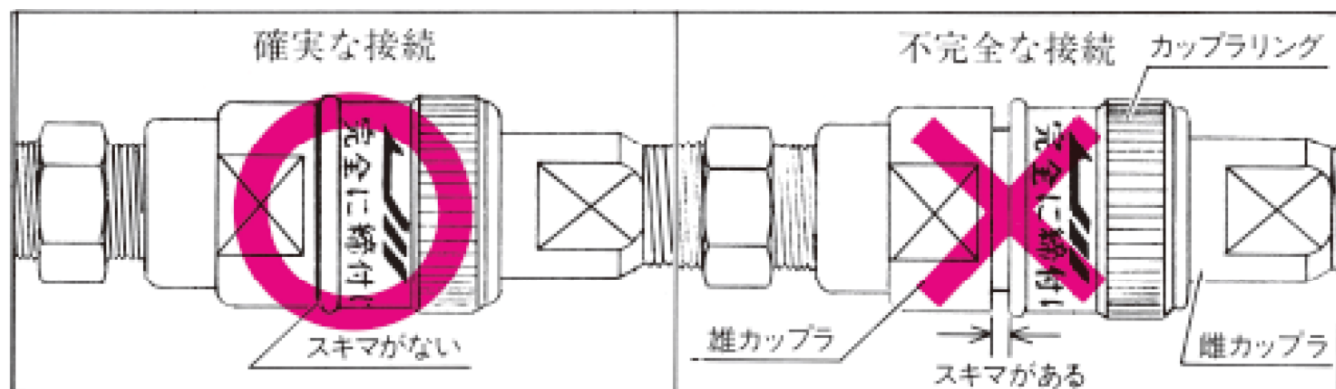

図 4
4.2 カップラの接続は確実に行って下さい。不完全な状態で使用しますと、シリンダのラムが上昇したまま、下がらなくなる事があります。(図4)